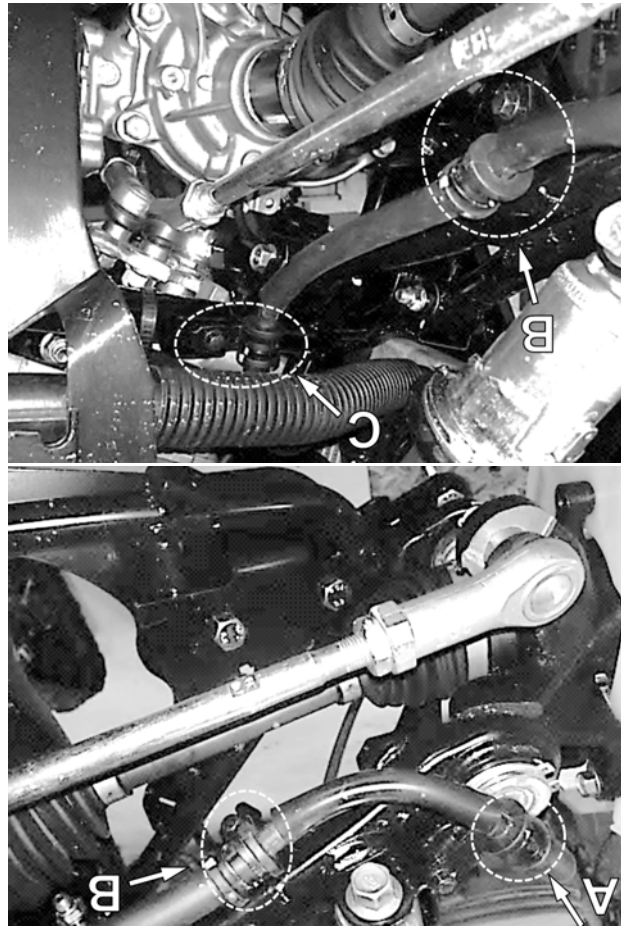

Fig. 13
3. Retirer et jeter la bride de fixation (A) au boyau de frein près du joint à rotule. Retirer la bride (B) fixée au milieu du bras de suspension. Desserer la bride (C) fixée au châssis. La Fig. 13 montre le côté gauche.